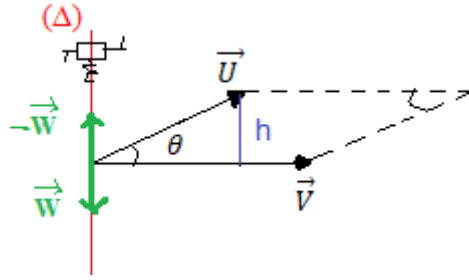

Figure I.5. Parallélogramme formé par les deux vecteurs  $\vec{U}$  et  $\vec{V}$
- La direction du vecteur  $\vec{W}$  est une droite ( $\Delta$ ) perpendiculaire au plan  $(\vec{U}, \vec{V})$  (figure I.5) D'où  $\vec{W} \perp \vec{U}$  et  $\vec{W} \perp \vec{V}$ .
avec  $h = |\vec{U}| \cdot \sin \theta$  (Figure I.5)